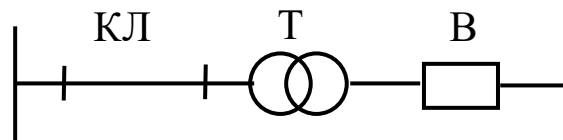

Рис. 2. Схема питания
**Задача 3.** Питание потребителя осуществляется по одной цепи, состоящей из кабельной линии, трансформатора, выключателя (рис. 2). Вероятность безотказной работы за время  $t$  для этих элементов:  $P_{\text{кл}} = 0,7, P_{\text{Т}} = 0,8, P_{\text{В}} = 0,9$ . Отказ любого элемента приводит к перерыву питания, причем отказы взаимно независимы. Найти вероятность безотказной работы передачи.